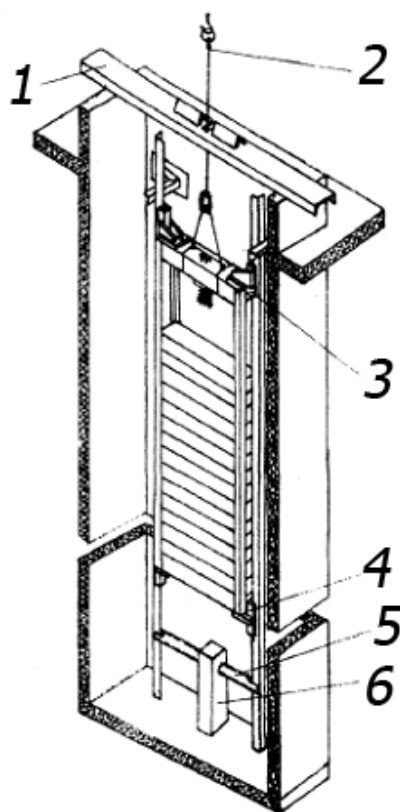

Рис.45 — Монтаж противовеса краном:
9.1 Противовес в собранном виде монтируется либо через верх шахты, либо через дверной проем. В первом случае он опускается в шахту лифта с помощью крана (рис.45).